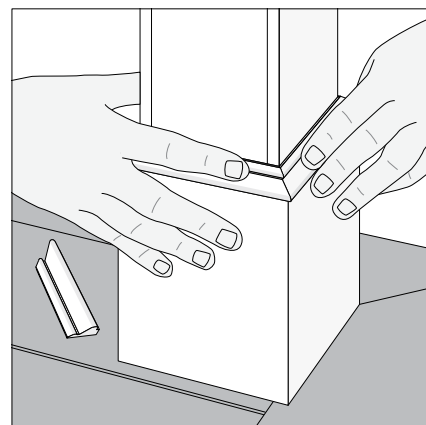
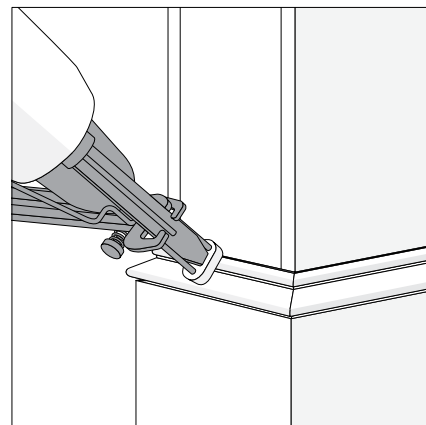

Fig. 8a
Fig. 8b
- Coloque dos piezas de molduras en la envoltura para columnas KLEERWrap formando un ángulo de 90° (**Fig. 8a**). Asegúrelas en su lugar utilizando clavos de acero inoxidable o galvanizado o clavos acabados (**Fig. 8b**).